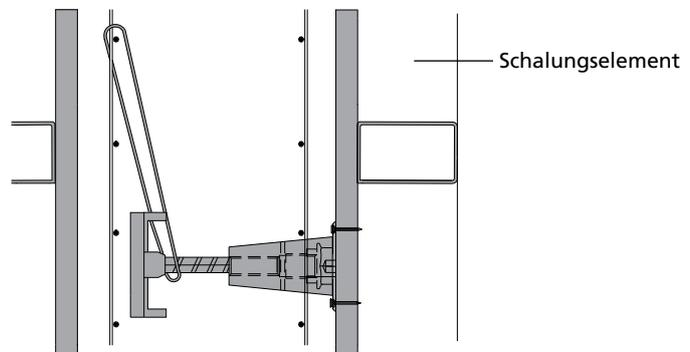

Abb. 12.2
6. Plattenanker durch zusätzliche Bewehrungsstäbe oder mit Rödeldraht an der Bewehrung sichern (Abb. 12.2).